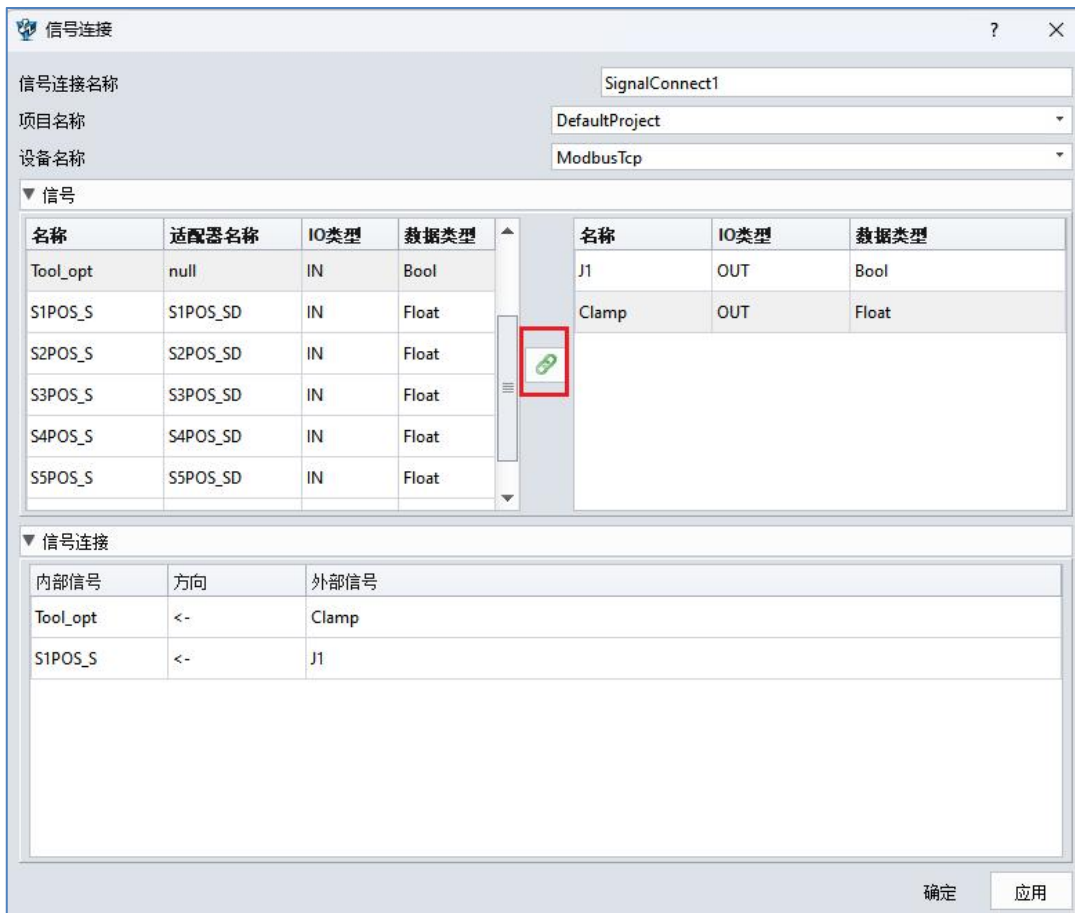

图 12-20: 连接内部和外部信号
- ◇ 选择左侧内部信号与右侧外部信号进行连接。(图 12-20)